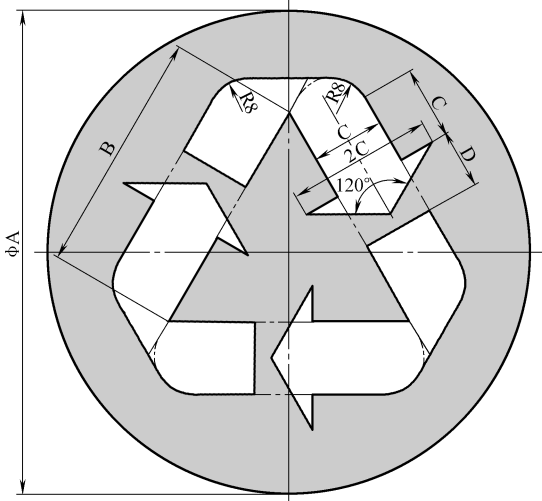

图 C-9 赛题 9
9. 参照图 C-9 绘制图形。请问图形中深色区域的面积是多少?